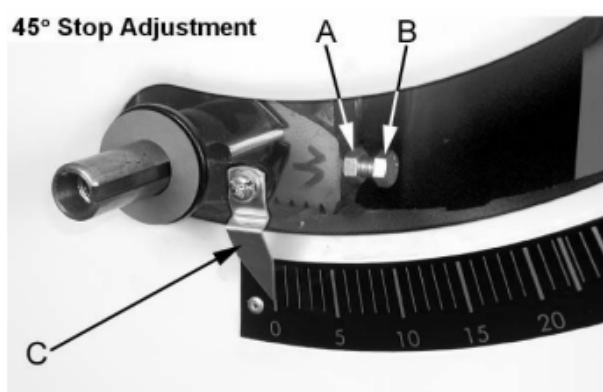

Рис. 19
8. Если пильный диск не под углом 45 градусов к столу, удалите маховик подъёма понижения пильного диска. Ослабьте контргайку ( А см. рис. 19) и поверните стопорный винт регулировки (В, рис. 19) на передней цапфе во, внутрь или наружу. Регулировочный винт следует прекратить вращать на переднем кронштейне цапфы, когда пильный диск находится под углом 45 ° к столу.
9. Проверьте правильность указателя (С, рис. 19) на угол масштаба и скорректируйте, если это необходимо.